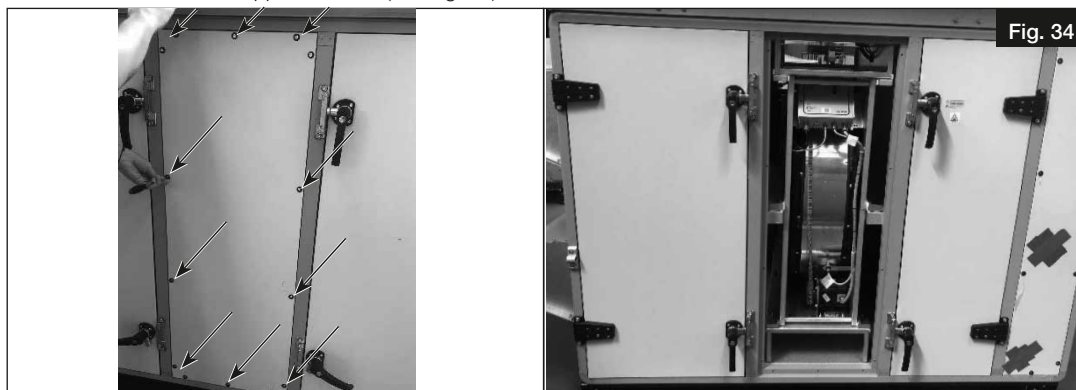

Fig. 34
1. Dévisser et ouvrir les trappes de visite (voir Fig. 34).